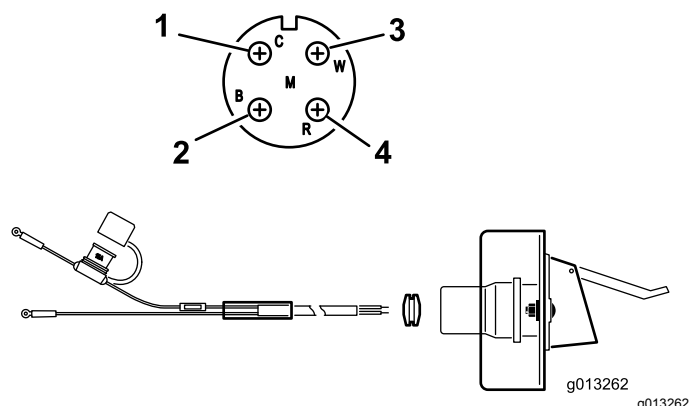

Figura 9
2. Disponete il cablaggio elettrico dalla batteria alla staffa dell'attacco elettrico e fissatelo (Figura 9).
3. Inserite il cablaggio nella staffa della presa e montate la boccia di gomma nera sul cablaggio (Figura 9).